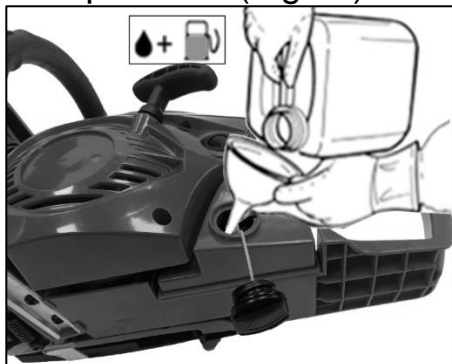
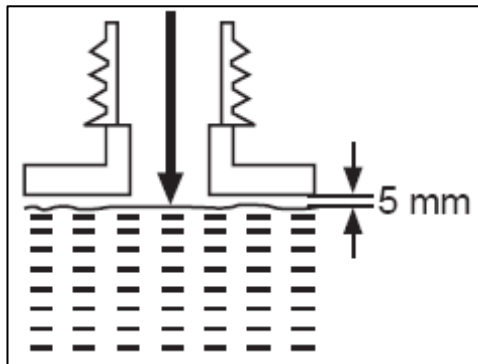

Fig.14
Fig. 15
4) Versez correctement le carburant mélangé dans le réservoir à carburant (Fig.14). Ne remplissez pas trop et laissez environ 5 mm d'espace entre la hauteur de carburant et le bord intérieur du réservoir afin de permettre l'expansion. (Fig.15)